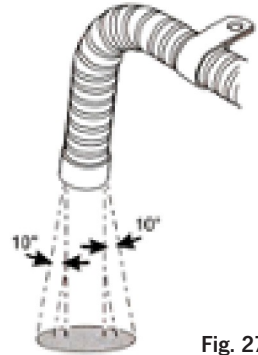

Fig. 27
- Lassen Sie das Abgasrohr lotrecht zur Fahrbahnoberfläche enden Fig. 27 ( $90^\circ \pm 10^\circ$ ).